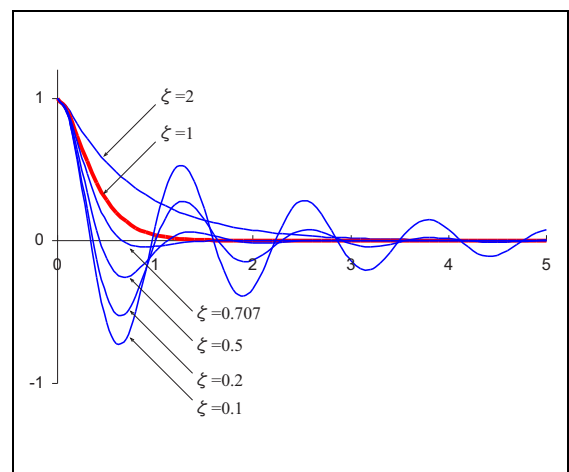

図5 自由振動の応答
上述のように自由振動の振幅は ζ の値によって大きく変化します。図5にその例を示します。
ω_d は ω_0 に比べていくらか小さくなりますが、現実の振動系では ζ の値は小さいので ω_d は ω_0 に近い値となります。式 (14) でわかるように、減衰振動系の挙動は初期条件と減衰比 ζ で決まります。図 5 は初期速度 0 で初期変位を 1 とした場合の減衰比 ζ の違いによる応答の様子を示したのですが、減衰比 ζ によって挙動が大きく異なることがわかります。
なお、 $\zeta \geq 1$ の場合には式 (14) では計算できず、別の式によります。ここではその計算式は省略しますが、比較のために図 5 には応答を示しています。ちなみに $\zeta = 1$ の状態を臨界減衰と言い、 $\zeta > 1$ を過減衰、 $1 > \zeta > 0$ を減衰不足と言います。過減衰および臨界減衰では振動することなく減衰運動となります。図 5 では解りやすいように $\zeta = 1$ (臨界減衰) を強調していますが、これは振動するか否かの境界を示すだけのことであり、ことさら臨界減衰が重要という意味ではありません。